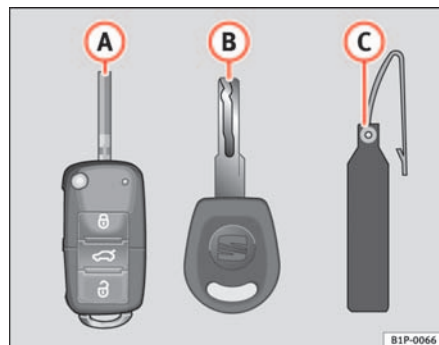

Fig. 63 Jogo de chaves
- uma chave com telecomando ⇒ fig. 63 **A** com palhetão dobrável,
Só a partir do número da chave na etiqueta de plástico ⇒ fig. 63 **B** é possível confeccionar um duplicado. Por isso: